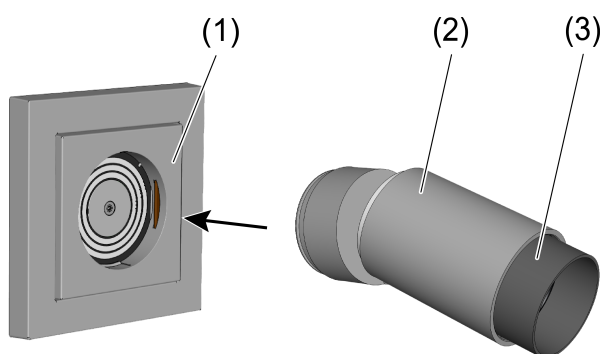

Figura 2: Montare l'apparecchio di illuminazione
- Applicare l'apparecchio di illuminazione (2) sulla presa corrente montata (1) (Figura 2).